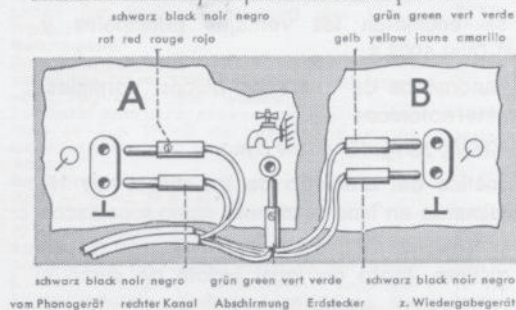

Fig. 5
b) Stereo-Wiedergabe nach Fig. 5.
- b) Stereo reproductions in accordance with Figure 5.
Conformément à la figure 5.
- b) Reproducción estereofónica: fig. 5.